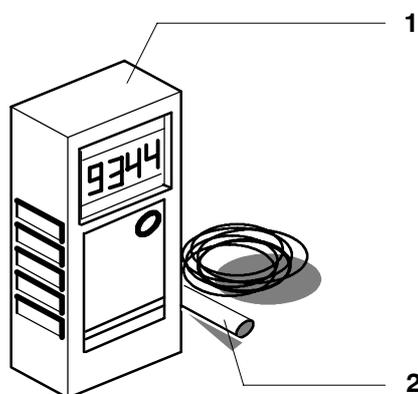

Fig. 102 Appareil de mesure de la tension de la courroie dentée
- (2) Mettre en service l'appareil de mesure de la tension de la courroie dentée (Fig. 102/1).
- (3) Faire vibrer la courroie dentée et tenir le capteur (2) à environ 2 à 3 mm de la courroie qui vibre. Lire le résultat de la mesure sur l'appareil de mesure de la tension de la courroie dentée.
- (4) Répéter trois fois la mesure et déterminer la valeur moyenne.